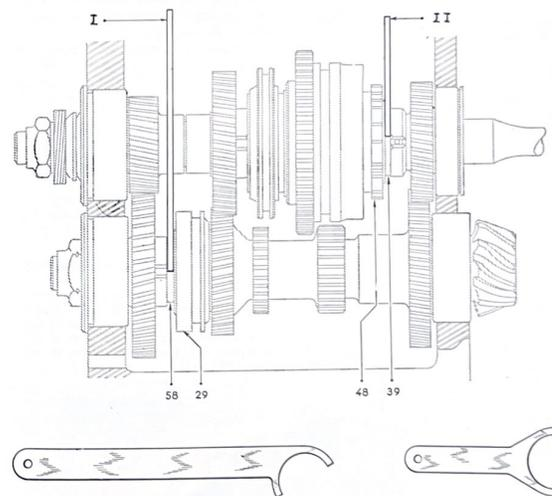

Fig. 3.25.—Posición de los calibres de reglaje de las horquillas.
c) También en este momento recubrir con pasta de sellado los tapones (25) y colocarlos en los extremos de alojamientos de ejes de horquillas. Montar el tapón de obturación, situado en el lado delantero derecho de la caja.
3.2.3.08. Reglaje de las horquillas (fig. 3.25).